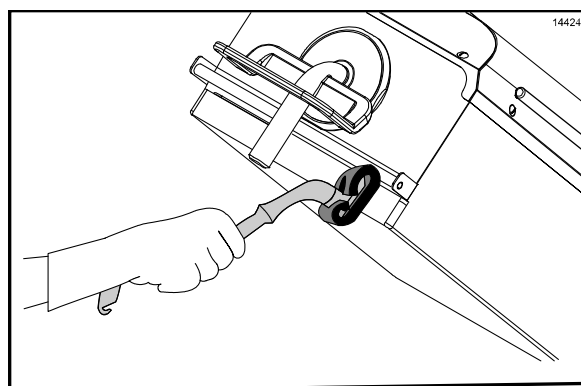

Figure 96
23. Utiliser le support de tampon Kay de nettoyage pour gril et frotter la partie avant des plaques, en commençant par la plaque de droite et en finissant par la plaque de gauche (Cf. Figure 96).